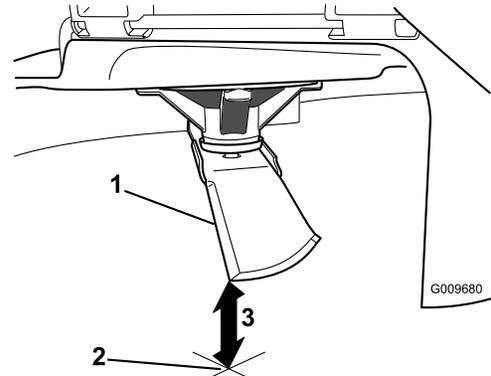

Figure 42
- Mesurez la distance entre la pointe de la lame et la surface plane (Figure 42).